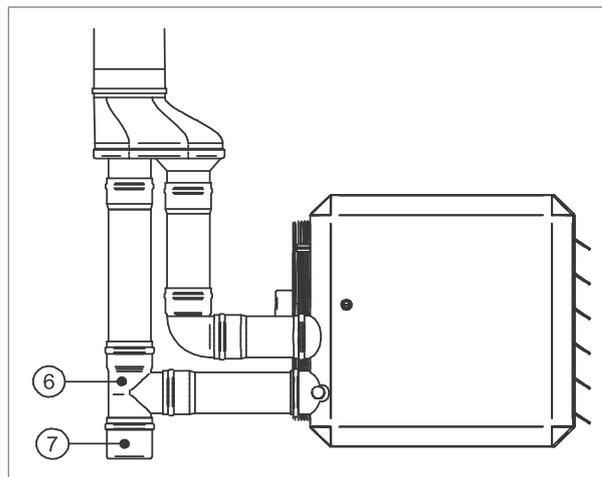

Figure 16 - Raccord en T (6) et purgeur de condensats (7)
- Ajouter un raccord en T (figure 16).
- Ajouter un purgeur de condensat (figure 16).